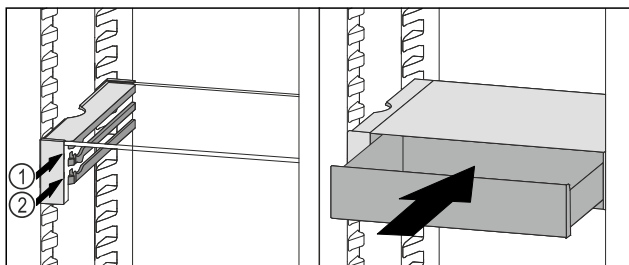

Fig. 108
- Nasadte zásuvku VarioSafe za zářez na požadovaném žebro Fig. 108 (1) nebo Fig. 108 (2).